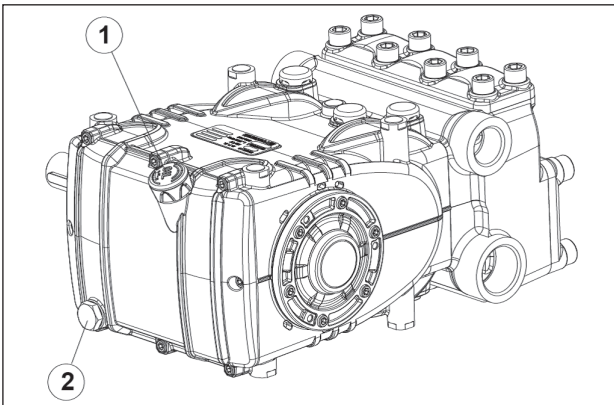

Abb. 1
Vor den Reparaturarbeiten an der Mechanik muss zunächst das Öl aus dem Kurbelgehäuse abgelassen werden. Zum Ablassen des Öls müssen entfernt werden: der Ölmesstab Pos. ① und anschließend der Verschluss Pos. ②, Abb. 1 nach.